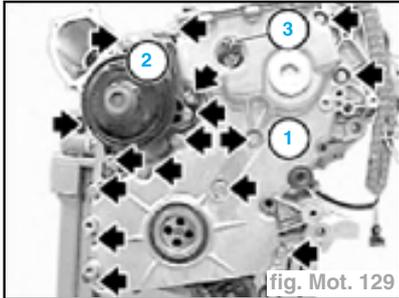

fig. Mot. 129
- les vis du carter de distribution (1) et de la pompe à eau (2),
- la pompe à eau et le carter de distribution (fig. Mot. 129).